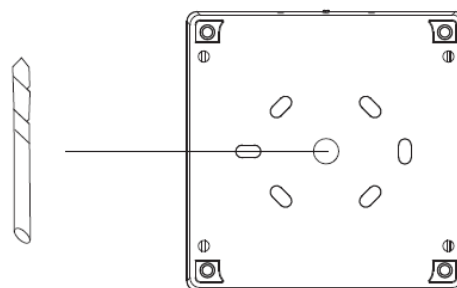

Рис.6 Изготовление крепежных отверстий
1. Определите место и способ крепления монтажной базы к стене и, затем, просверлите в тыльной стороне монтажной базы отверстия необходимого диаметра. Количество и диаметр этих отверстий будет зависеть от выбранного способа крепления и используемых материалов (шурупов, анкеров и т.д.). Смотри Рис. 6.